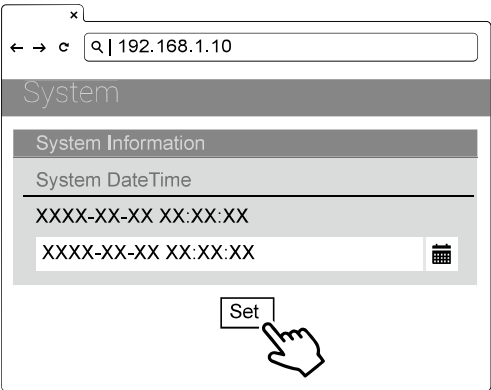

Figure 42. Réglage de la date/heure
5) Sélectionner SET et attendre que la fenêtre de fin s'affiche. Voir la figure 42.